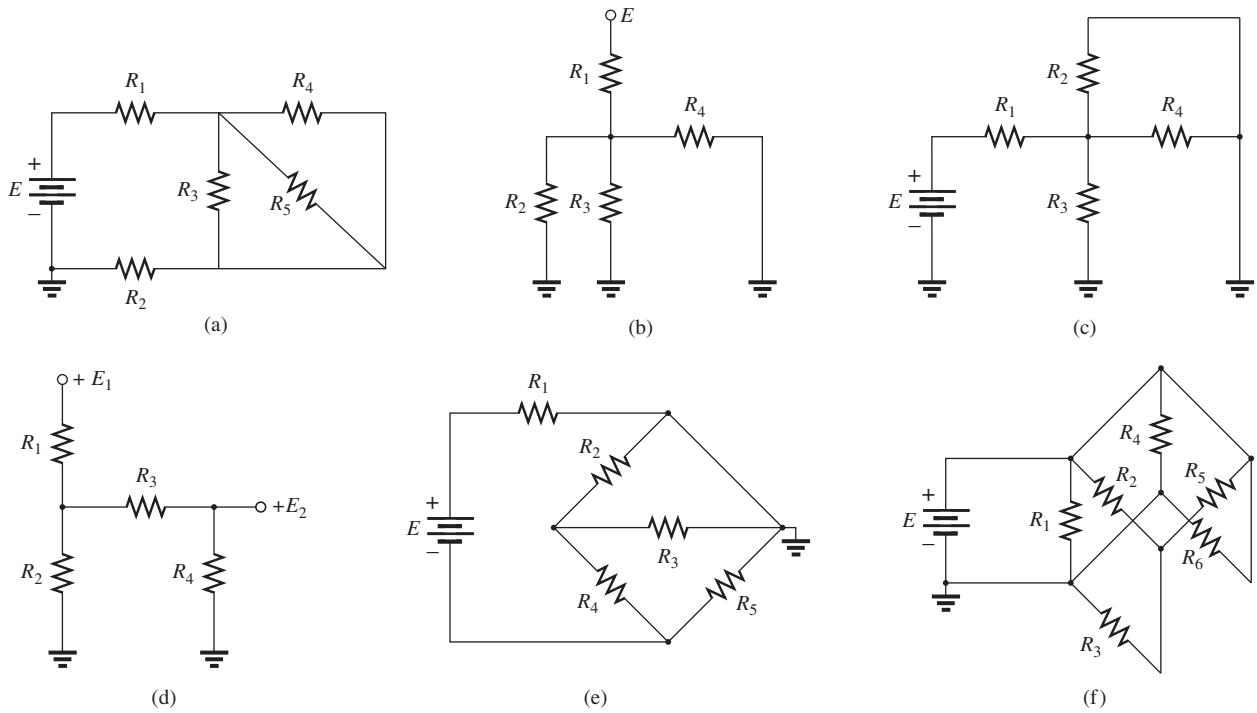

Figura 7.60 Problema 1.
1. Quais elementos (elementos individuais, não combinações de elementos) dos circuitos na Figura 7.60 estão em série? Quais estão em paralelo? Na medida em que você confere suas suposições, certifique-se de que os elementos em série tenham a mesma corrente e que os elementos em paralelo tenham mesma tensão. Restrinja suas decisões a elementos únicos, não a combinações de elementos.